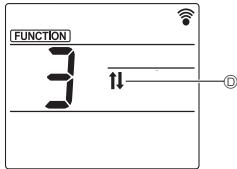

Fig. 5-3
1. Druk in het functie-instellingsscherm op de toets  ④ en selecteer functienummer 3.
2. Druk op de toets  ③.
- Het symbool omhoog/omlaag ① gaat knipperen. (Fig. 5-3)
3. Druk op de toets  ④ of de toets  ⑤.
-  ④ : omlaag richten
-  ④ : omhoog richten
-  ⑤ : functie annuleren